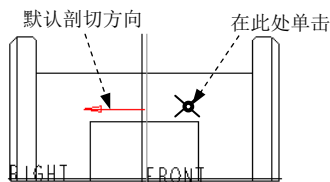

图 3.12.25 定义剖切方向
Step11. 在工程图模式下，创建左视图的半剖视图。在图形区双击左视图，系统弹出“绘图视图”对话框，选取 **类别** 区域中的 **截面** 选项，在 **截面选项** 区域中选中 **2D 横截面** 单选项，将 **模型边可见性** 设置为 **总计**，然后单击 **+** 按钮，在 **名称** 下拉列表框中选取剖截面 **B**，在 **剖切区域** 下拉列表框中选取 **半倍** 选项，选取 **FRONT** 基准平面作为参照平面，此时视图如图 3.12.25 所示，点击绘图区 **FRONT** 基准平面右侧任一点使箭头指向右侧，单击对话框中的 **确定** 按钮，系统生成图 3.12.26 所示的左视图的半剖视图。